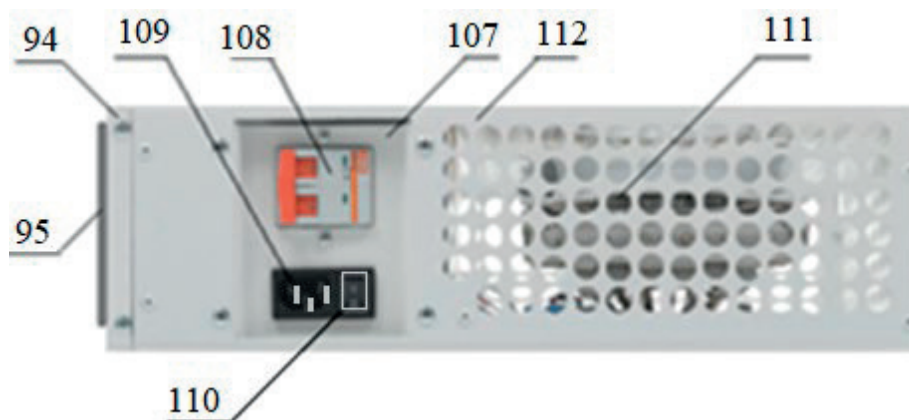

Рис.15. Блок электроники изделий TS-3/12 мод. ASK-30 .
4.75 На правой панели АС (107, рис.15) блока электроники (112) размещен двухполюсный автоматический выключатель (108), пластиковая панель с сетевой вилкой (109) и выключателем (110).